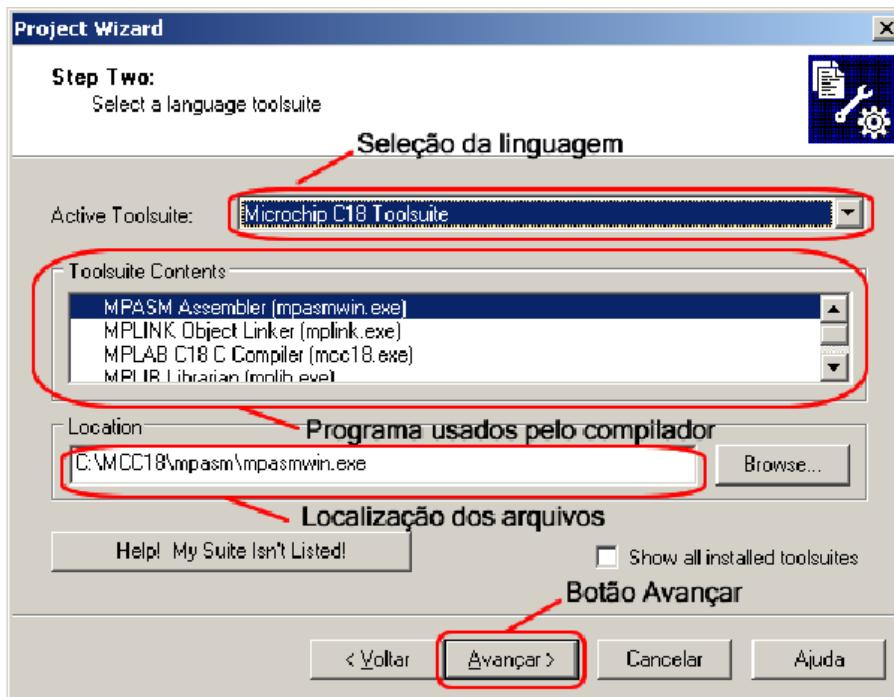

Figura 3.29 - Escolha da "Active Toolsuite".
- 5) Na próxima tela, é necessário selecionar qual o compilador a ser utilizado no projeto. Isto é feito através da opção “Active Toolsuite”. Caso esteja utilizando o PIC18F4550 escolha a opção “Microchip C18 Toolsuite”. Caso esteja utilizando nosso KIT avançado com o PIC32, escolha a opção “Microchip PIC32 C-Compiler Toolsuite”. Em seguida, clique em avançar (ver Figura 3.29).